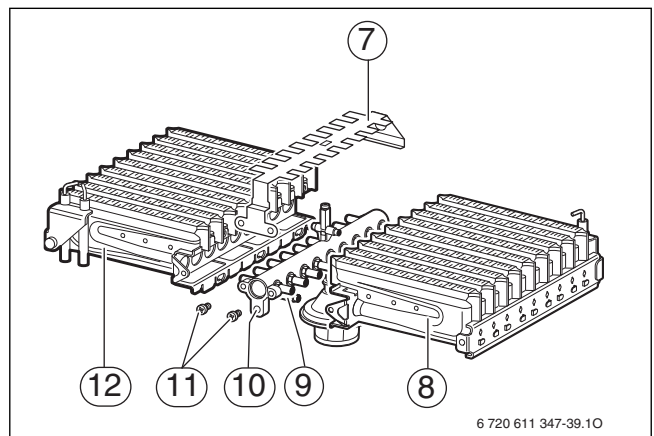

Рис. 37
- ▶ Осторожно снять соединитель с запального электрода (1) (→ рис. 37).
- ▶ Осторожно вынуть штекерный соединитель на электроде контроля пламени (5).
- ▶ Отвинтить крепежный уголок (3).
- ▶ Ослабить накидную гайку под горелкой и осторожно снять узел горелки (4).
- ▶ Снять винты (11) (→ рис. 37).
- ▶ Снять перемычку перекрестного розжига (7).
- ▶ Вывинтить винты в точках крепления (9). Снять левую и правую части горелки (12 и 8) с коллектора форсунок (10).